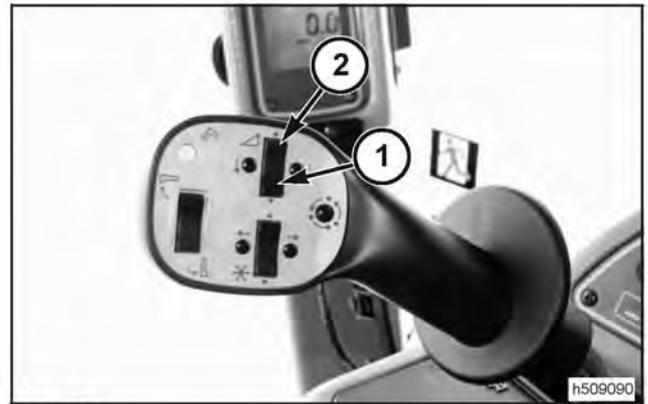

FIG. 96
FIG. 96: Presionar momentaneamente la parte inferior del interruptor (1) del control de altura del cabezal. El modulo de control automatico de altura estara trabado y no acepta señal del sensor de posición del embocador. Tan rapido como el interruptor del cabezal se activa hacia abajo, el mismoo descendera hasta la posición predeterminada con la perilla.